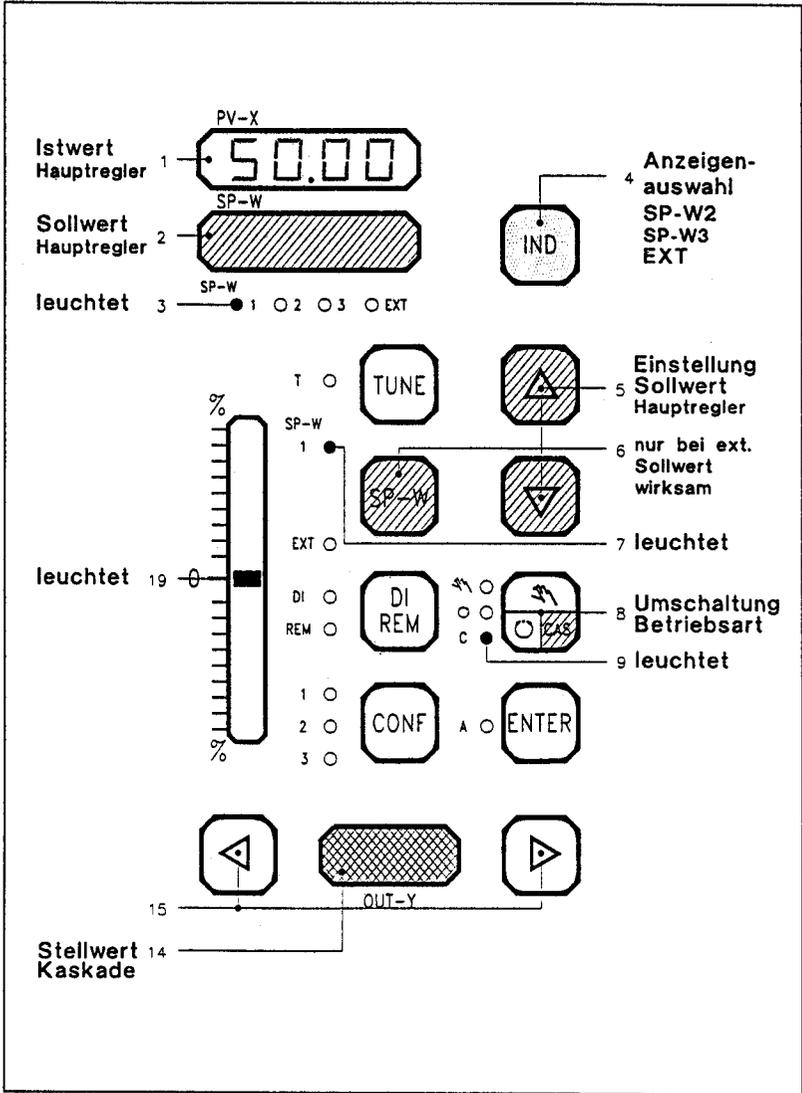

Bild 51 Anzeige- und Bedienelemente Betriebsart "Kaskade"
Nach Druck auf die **Betriebsartentaste** (8) geht der Prozeßregler CM 1 in den **Kaskadenbetrieb**, angezeigt durch das **Dauerleuchten** der LED C (9). Weiterhin ist zu sehen (Bild 51):